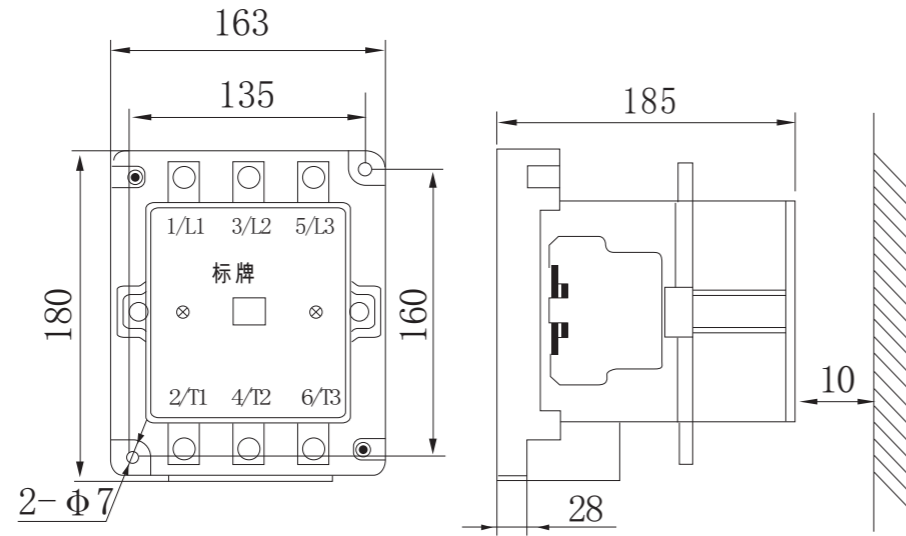
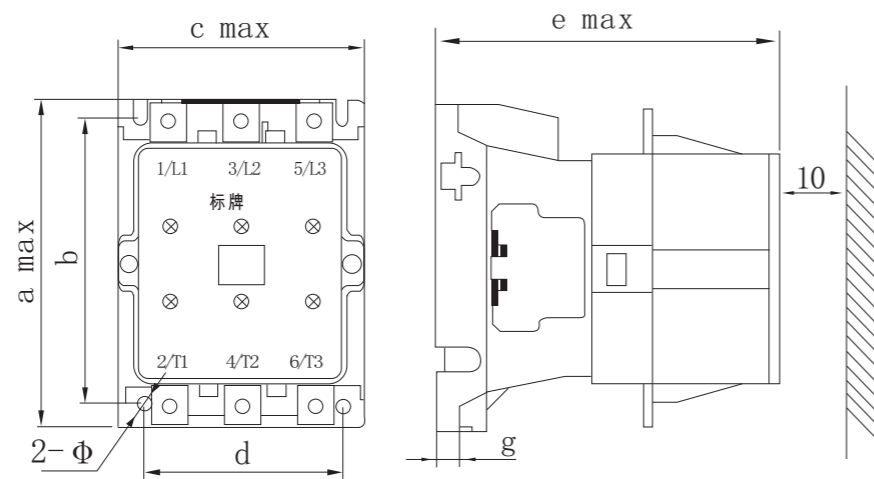

图3 CJX1-170/205外形尺寸及安装尺寸
图4 CJX1-250/475外形尺寸及安装尺寸
5.3 CJX1-170~475的外形及安装尺寸见图3、图4及表6。